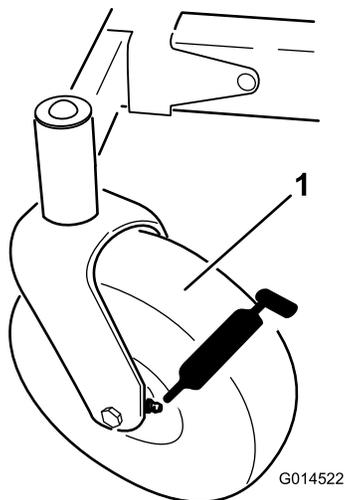
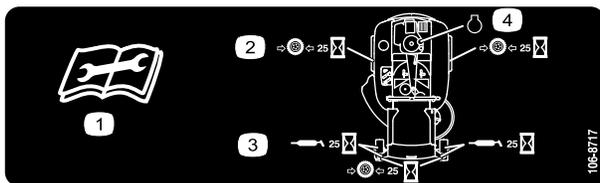

Bild 25
Bild 26
3. Reinigen Sie die Schmiernippel (Bild 25 und Bild 26) mit einem Lappen. Kratzen Sie bei Bedarf Farbe vorne von den Nippeln ab.
4. Setzen Sie die Fettpresse nacheinander an allen Nippeln an (Bild 25 und Bild 26). Fetten Sie die Nippel, bis das Fett beginnt, aus den Lagern auszutreten.